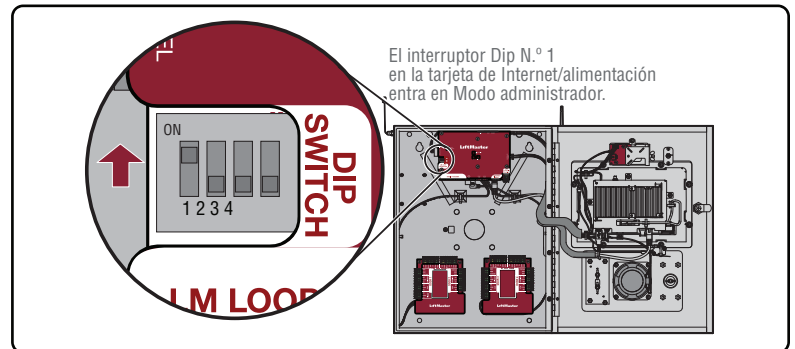

Figura 3. Modo Administrador.
9. Ingrese al modo Administrador del CAPXL usando el interruptor dip N.º 1. Seleccione la pestaña “Audio/Video” y confirme si aparece la señal de video y si el ángulo y la orientación son correctos. (Figura 3)